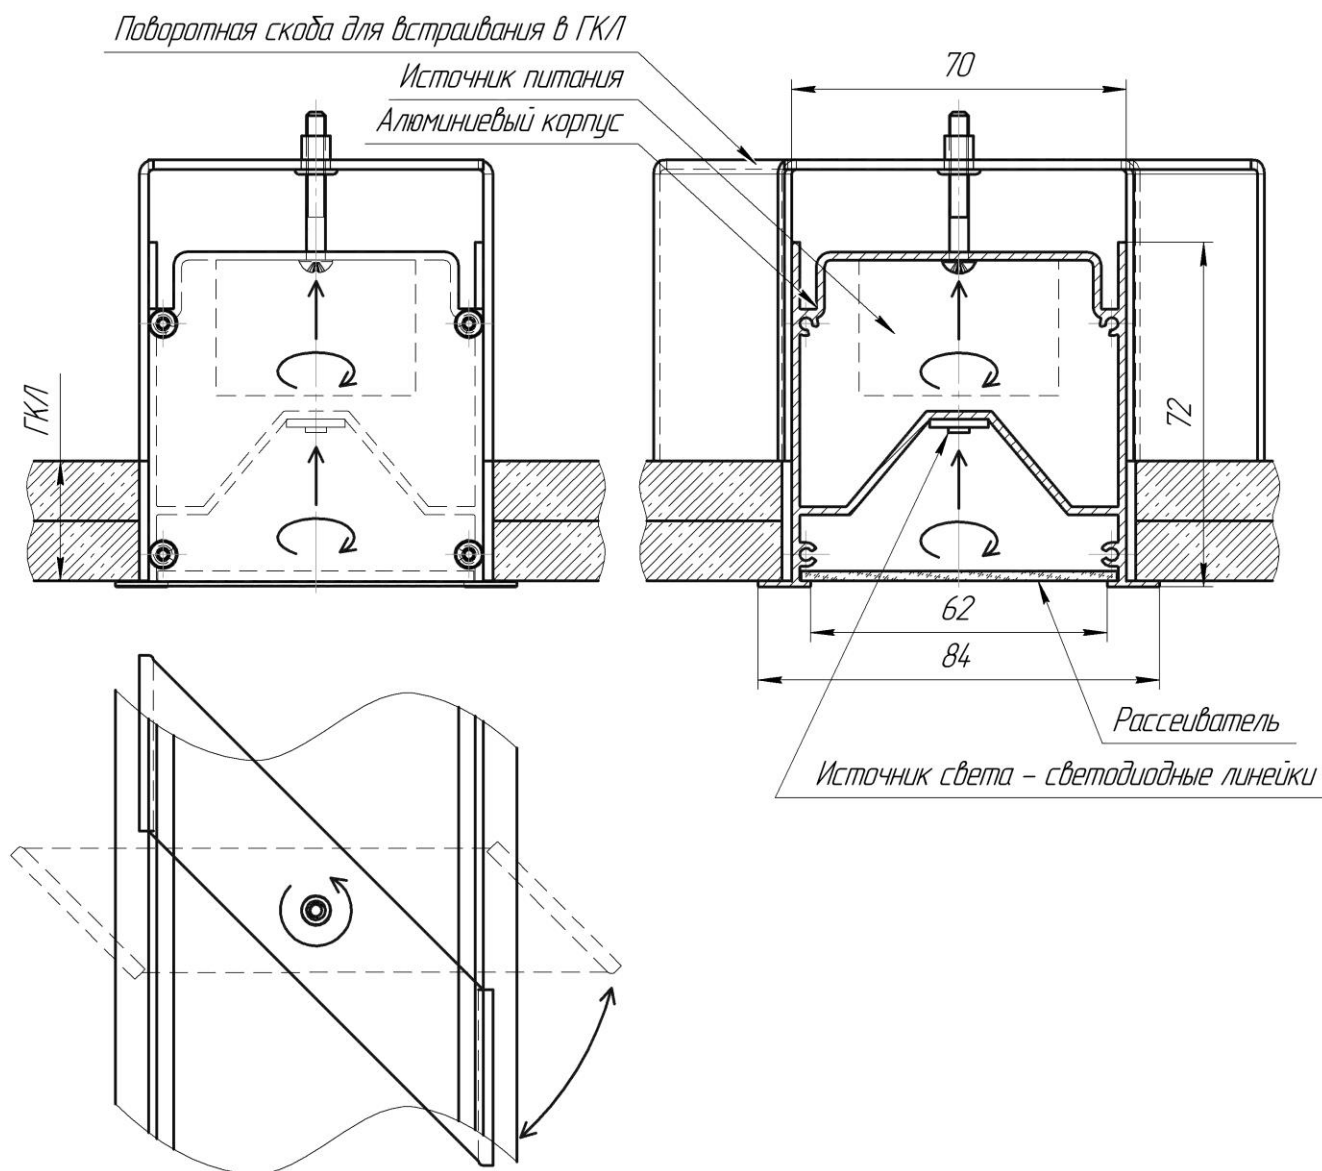
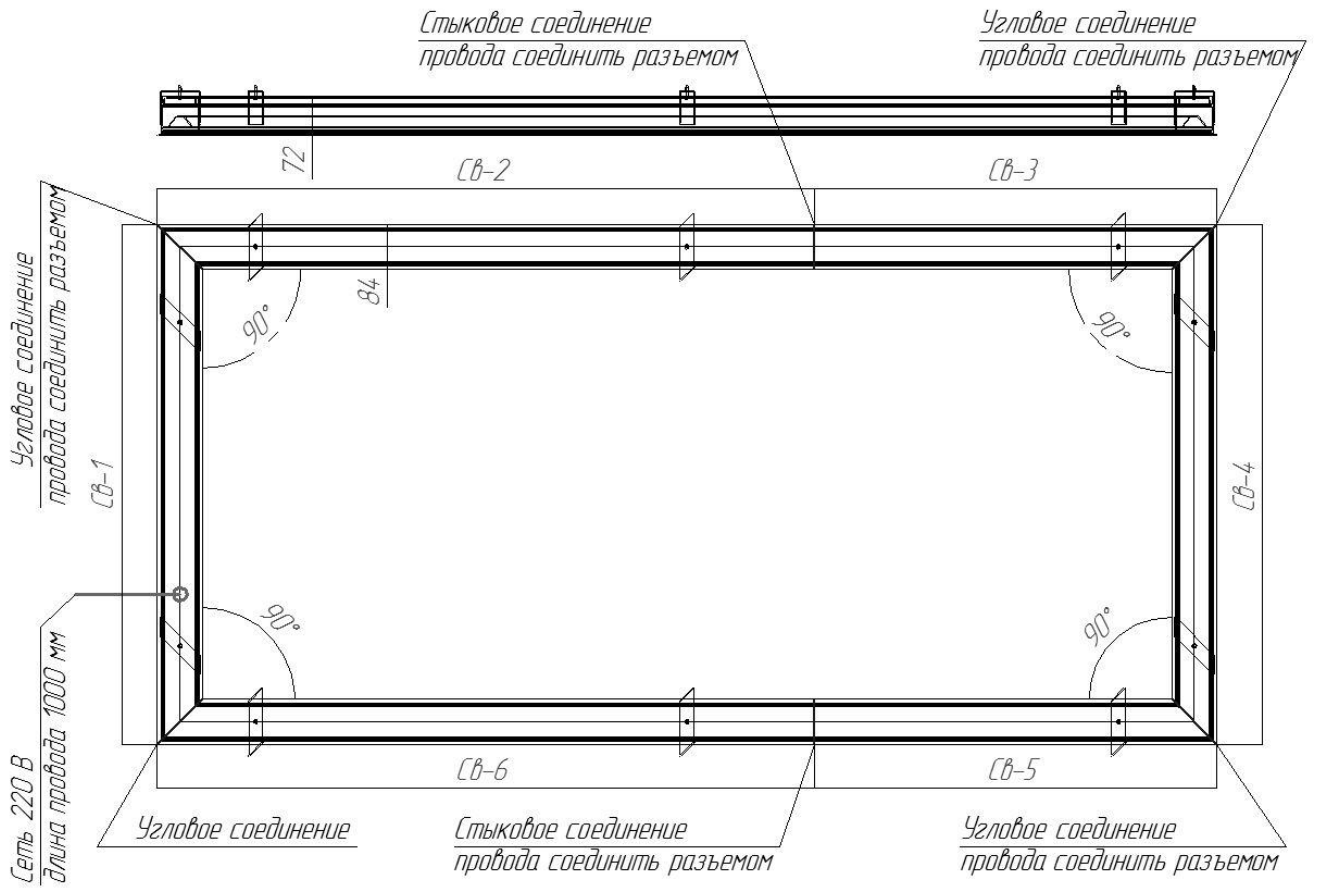
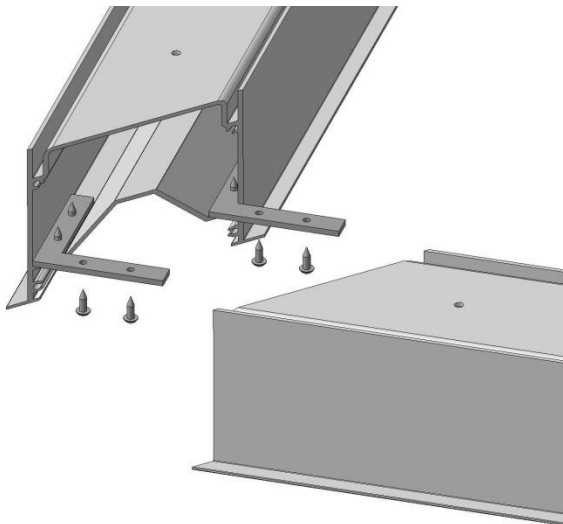
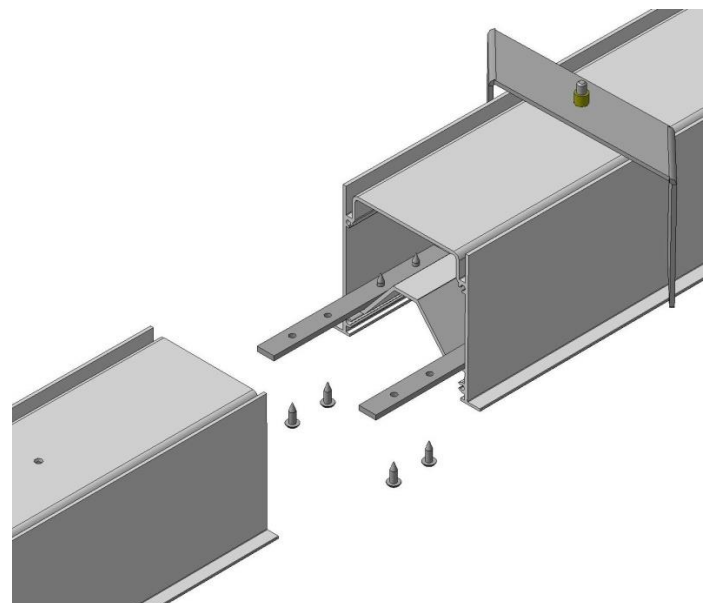

Рис.1
Рис.3
Рис.5
Рис.6
1. Монтаж начать с детали Св-1 (Рис.3). Деталь поднять, вставить в нишу потолка из ГКЛ, внутри светильника поочередно нажать на винты крепления поворотной скобы для встраивания в ГКЛ и закрутить их по часовой стрелке (Рис.4) до прижатия светильника к нише потолка (Рис.1).
2. Сборку всей конструкции вести по последующей маркировке светильников Св-1, Св-2, Св-3, Св-4 и т.д. Деталь Св-2 поднять до ниши потолка из ГКЛ. Соединить клеммные колодки (разъемы) Св-1 и Св-2, вставить деталь Св-2 в нишу потолка из ГКЛ, соединить детали Св-1 и Св-2 (Рис.5), затянуть саморезы на соединительных угловых планках. Внутри светильника поочередно нажать на винты крепления поворотной скобы для встраивания в ГКЛ и закрутить их по часовой стрелке (Рис.4) до прижатия светильника к нише потолка (Рис.1).
3. Деталь Св-3 поднять до ниши потолка из ГКЛ. Соединить клеммные колодки (разъемы) Св-2 и Св-3, вставить деталь Св-3 в нишу потолка из ГКЛ, соединить детали Св-2 и Св-3 (Рис.6), затянуть саморезы на соединительных стыковых планках. Внутри светильника поочередно нажать на винты крепления поворотной скобы для встраивания в ГКЛ и закрутить их по часовой стрелке (Рис.4) до прижатия светильника к нише потолка (Рис.1).